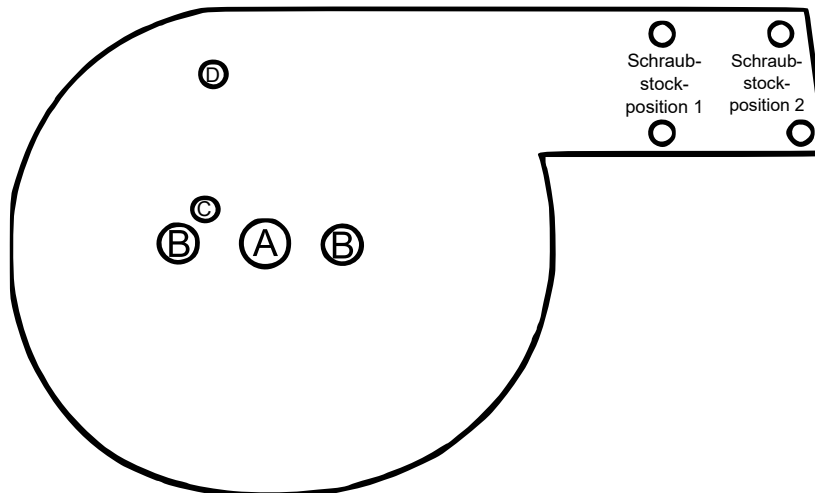

Abbildung 1: Position der Löcher für die Befestigung der Matrize. Dunklere Löcher haben Gewinde.
1. Stellen Sie sicher, dass die Matrizenmontageplatte (**4**) an der Federbiegemontageplatte (**32**) des Geräts befestigt ist. Siehe Abb. 1 für die für Rundbearbeitungen erforderlichen Lochpositionen.
1. Stellen Sie sicher, dass die Matrizenmontageplatte **(4)** an der Federbiegemontageplatte **(32)** des Geräts befestigt ist. Siehe Abb. 1 für die für Rundbearbeitungen erforderlichen Lochpositionen.
10. Wenn Sie mehrere Biegungen im 90°-Winkel hintereinander durchführen wollen, verwenden Sie die Winkelmesserbaugruppe (10–12). Schrauben Sie die Welle der Winkelmesserbaugruppe (11) in die Matrize. Schieben Sie den Anschlag der Winkelmesserbaugruppe (10) in der gewünschten Höhe auf die Welle (abhängig von der Länge des Werkstücks). Dadurch wird die Biegung an der richtigen Stelle „angehalten“.
11. Wenn Sie Biegungen in einem anderen Winkel wiederholen möchten, verwenden Sie den Anschlag (2).